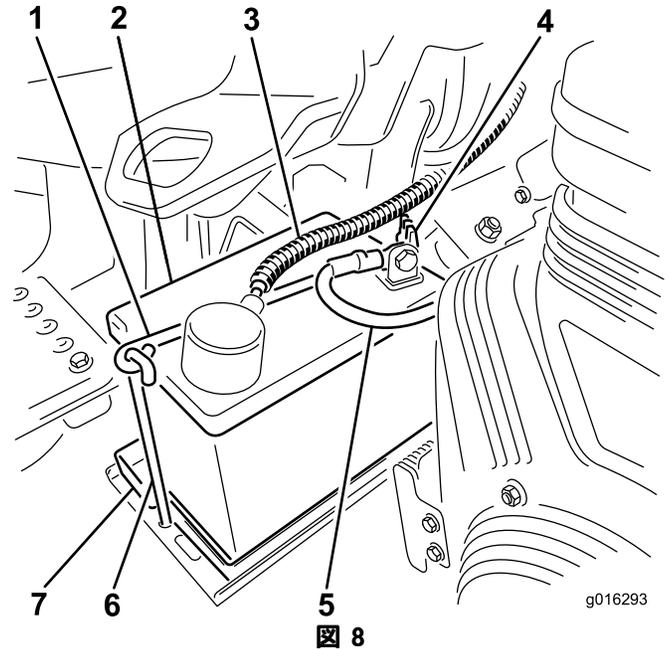

図8はガソリンモデルです（モデルによって多少異なります）。
7. バッテリートレイの上にバッテリーを置き、先ほど取り外したクランプと固定具で固定する（図8）。
8. 赤いプラス (+) ケーブルをバッテリーのプラス (+) 端子に、黒いマイナス (-) ケーブルはバッテリーのマイナス (-) 端子にはめ、ボルトとナットで固定する（図8）。ショート防止のために (+) 端子にゴムキャップをかぶせる。